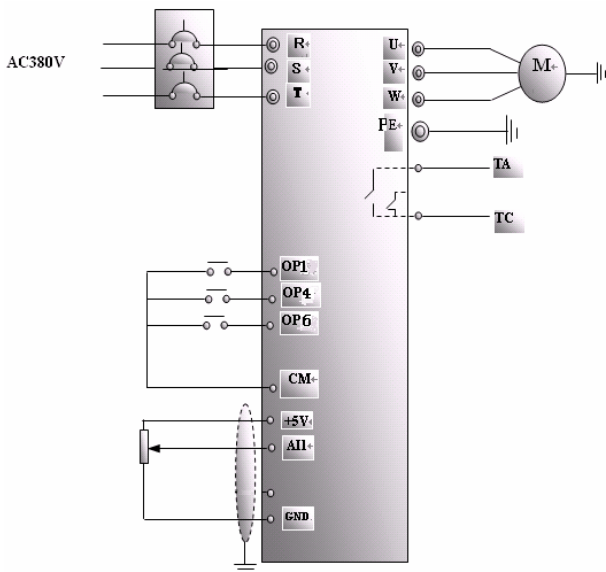

图 4-3 接线图 3
- (1) 按图 4-3 配线，检查接线正确后，合上空气开关，变频器上电；注意：外部模拟信号设定电位器可选择 2K~5K 电位器。对于精度要求高的场合请选用精密多圈电位器，接线使用屏蔽线，屏蔽层近端可靠接地。